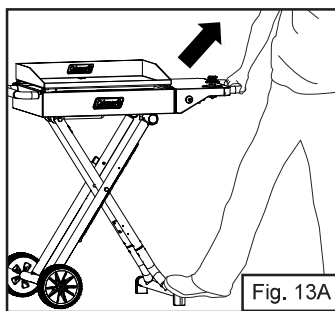
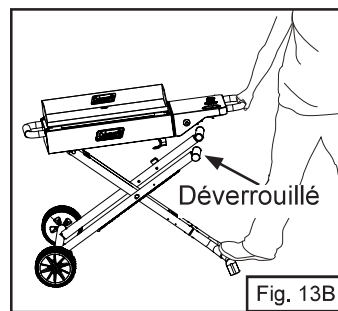
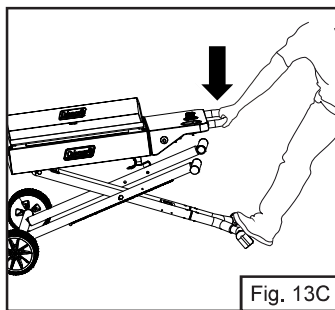

Fig. 13A
Fig. 13B
Fig. 13C
1. Placez un pied sur la poignée de tirage, saisissez la poignée de transport et soulevez-le vers vous (fig. 13A). Les pieds sont maintenant déverrouillés des supports en forme de crochet rouge sous l'appareil (fig. 13B). Laissez l'appareil s'abaisser (fig. 13C). Les roues vont rouler loin de vous. Il est maintenant en position pliée ou repliée. Donnez une légère poussée à la poignée de transport pour que les pieds restent bien fixés. Vous pouvez maintenant saisir la poignée de tirage et faire reposer l'appareil sur son extrémité.